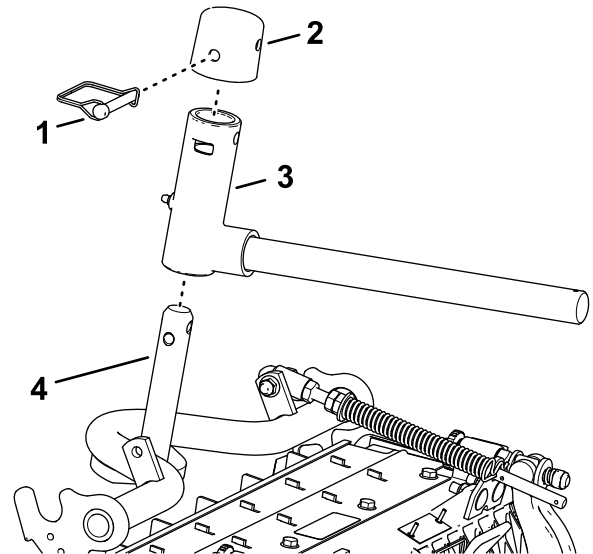

Bild 20
2. Montieren Sie das Gelenkjoch auf die Trägerrahmenwelle (Bild 20).